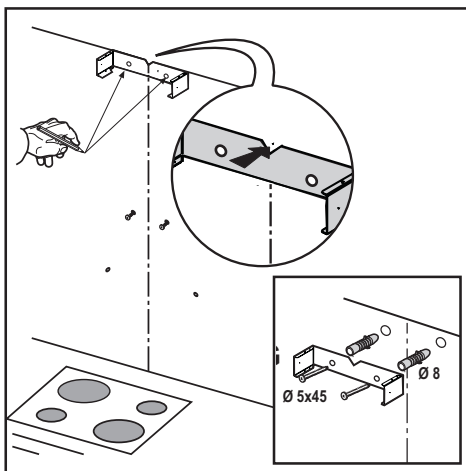

Fig. 10
- Fixer l'étrier de support cheminées à la paroi à l'aide de 2 vis. **Fig. 10**